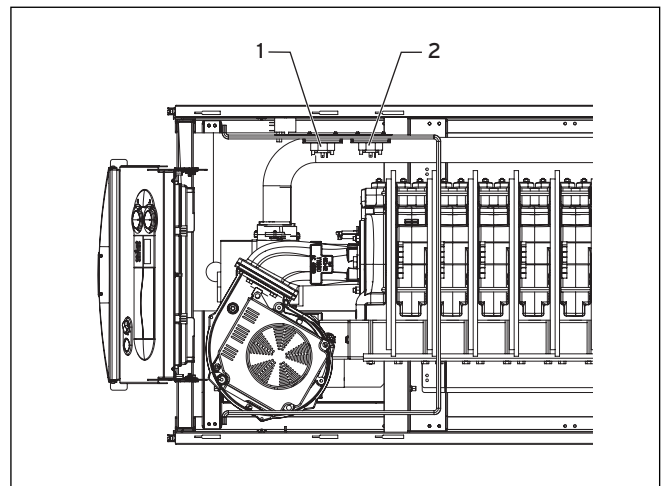

Рис. 8.4 Проверка прибора контроля давления отходящих газов
- Проверьте шланг к прибору контроля давления отходящих газов (2, рис. 8.4) на предмет загрязнений и правильного положения.
- Проверьте шланги прибора контроля входного давления при подачи воздуха на горение (1, рис. 8.4) на предмет загрязнения и правильного положения.